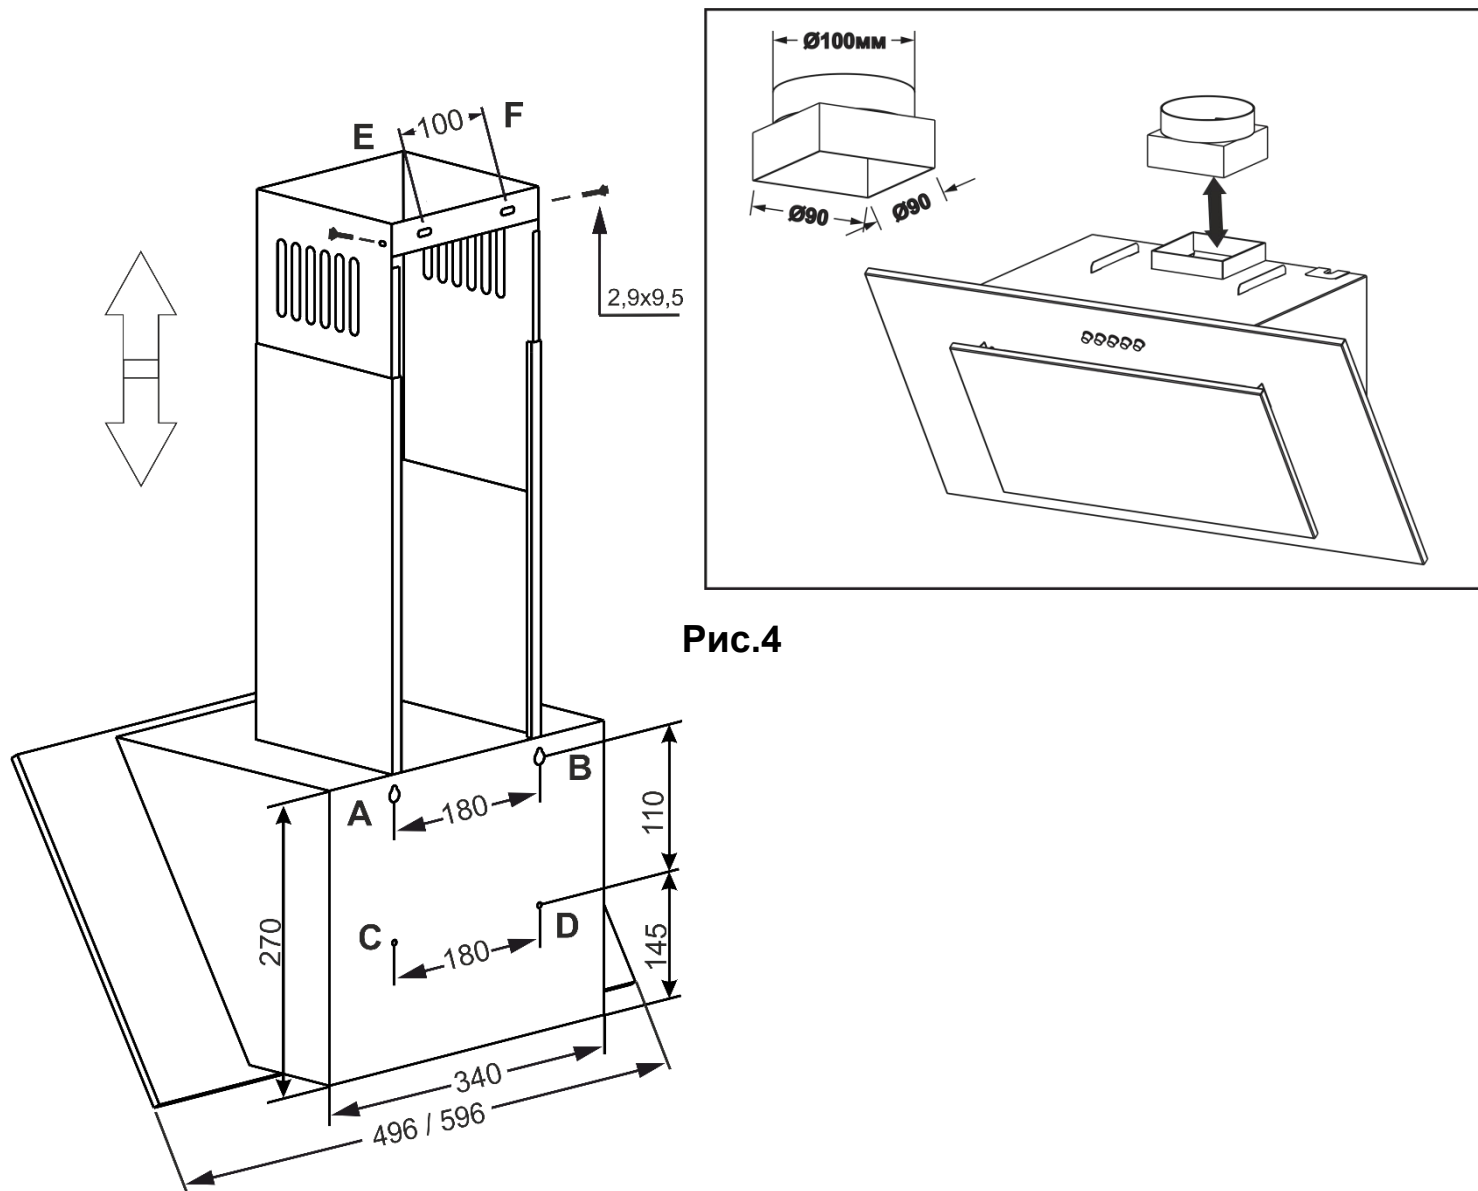

Рис.4
6.4 Проведіть розмітку кріпильних отворів корпусу на стіні кухні. Для цього виготовте паперовий шаблон з координатами 4-х отворів на задній стінці корпусу (точки А, В, С, D див **схема монтажу**); прикладіть шаблон до стіни на необхідній висоті, що вказана вище, і вирівняйте його по рівню (рис.4).
6.10 Установіть телескопічний комонок на корпусі витяжки. Підніміть верхню панель коминка з планкою під стелю, щоб він закривав повітровід вентиляції, і розмітьте по пазам планки 2 отвори під кріплення (т. Е, F) (рис.4).
6.14 Установіть зовнішню панель комінка в пази на корпусі витяжки, а внутрішню – підніміть вгору до суміщення отворів кріплення з планкою і з'єднайте їх з боків 2-ма шурупами **ПКГ 2,9x9,5** (**рис.4**).